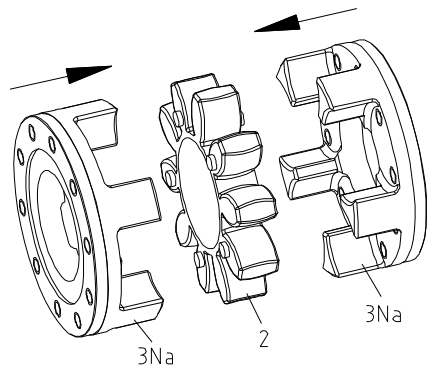

Bild 5
- Stecken Sie die Mitnehmerflansche (3Na) und den Zahnkranz (2) zusammen. (siehe Bild 5)